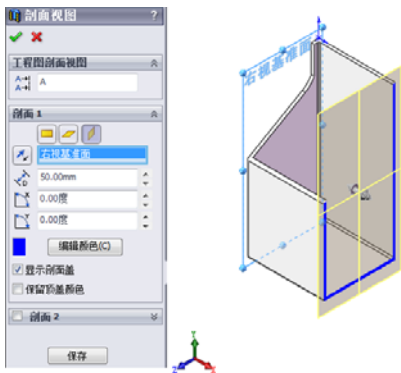

图 1-62 设置剖面视图
⑤单击按钮,则所选角部成为圆角。圆角 1 特征出现在特征管理器设计树中。
①单击等轴测按钮,然后单击带边线上色视图模式按钮.
②单击特征管理器设计树中的右视选项,则右视基准面高亮度显示。
③单击[前导视图]控制栏上的[剖面视图]按钮,或选择[视图] | [显示] [剖面视图]命令。
④在自动出现的[剖面视图]属性管理器中单击右视按钮,将剖面基准面设置为右视。
⑤在[等距距离]微调框中剖面位置设置为与剖面基准面距离 50mm,如图 1-62 所示。
⑥单击按钮。零件的剖面视图出现,只是显示的是零件外观的被剖切面而非模型本